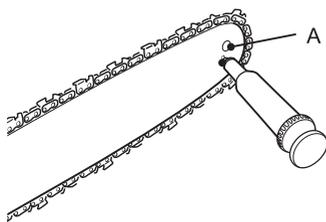

Fig. 35
- Nettoyez le pignon (14).
- À l'aide d'une seringue lubrifiante jetable, introduisez le bec dans le trou de lubrification (Fig. 35, A) et injectez de la graisse jusqu'au bord extérieur du pignon (14) (Fig. 35).